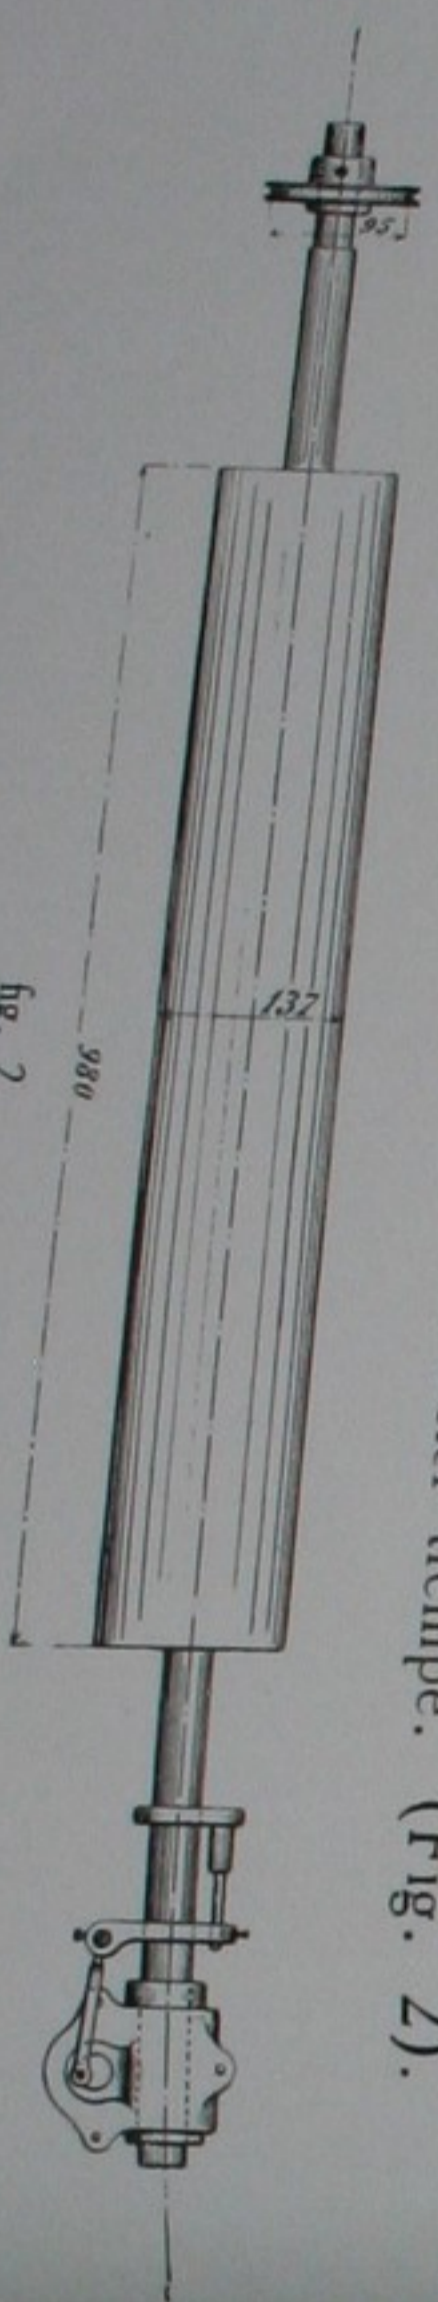

fig. 2.
2. **Tambour d'aiguillage plein**, composé d'un corps cylindrique en fer parfaitement tourné et équilibré, garni d'un ruban à l'émeri. L'appareil est muni d'un mouvement de va-et-vient; ses axes sont en acier trempé. (Fig. 2).